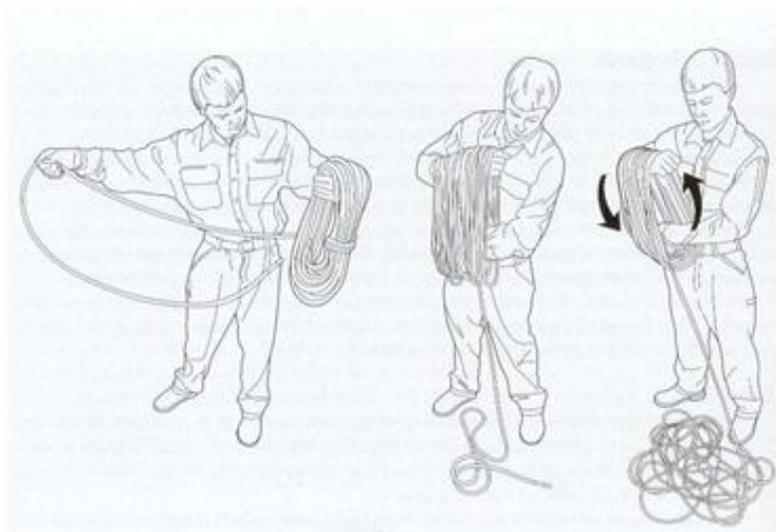

Figura 3. Cómo desenrollar una cuerda nueva
- ③ **Desenrollado de una cuerda nueva:** Cuando se compra una cuerda nueva, no se debe desenrollar tirando de cualquier manera de uno de los cabos, ya que se formarán de treinta a cuarenta rizos en la cuerda. Si se desenrolla lazada por lazada, como si la desovillásemos, la cuerda se mantendrá “neutra” (Ver figura 3).